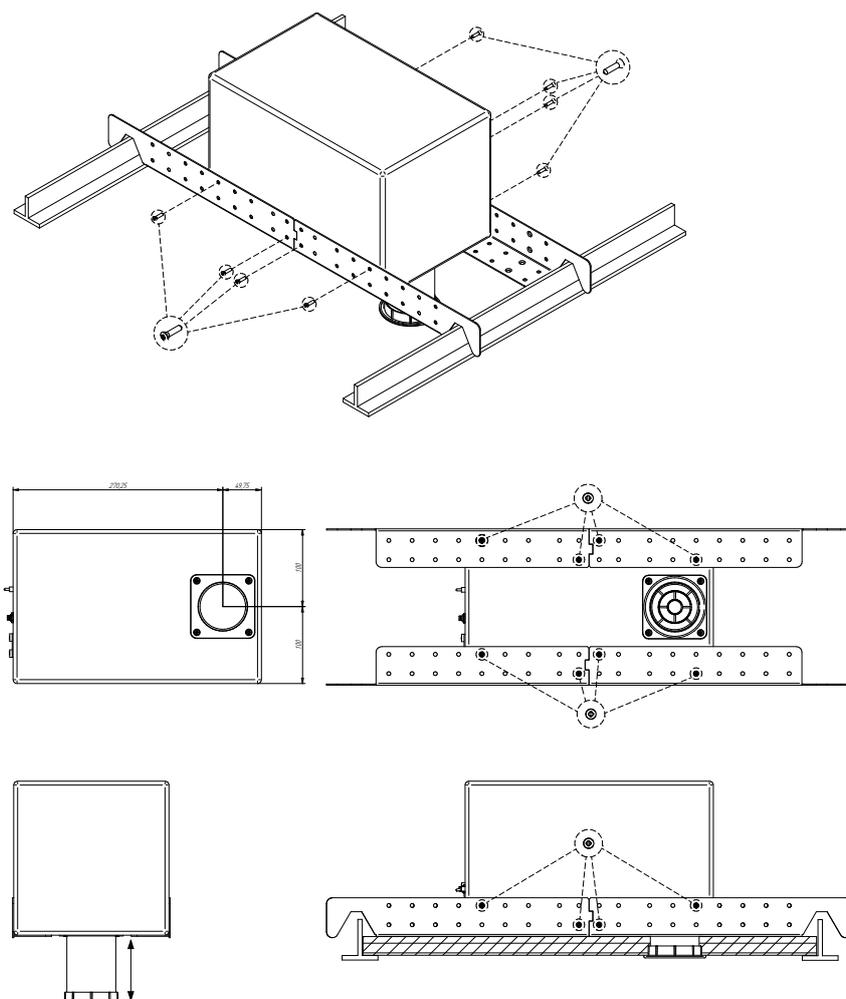

Figure 1 : schéma pour l'installation dans un faux plafond
1. Vissez les cornières métalliques sur le TRAILS6T au moyen des vis fournies. Vous pouvez le faire au travers des différents trous des cornières pour placer le tube de couplage dans la position désirée. Voir la figure 1.